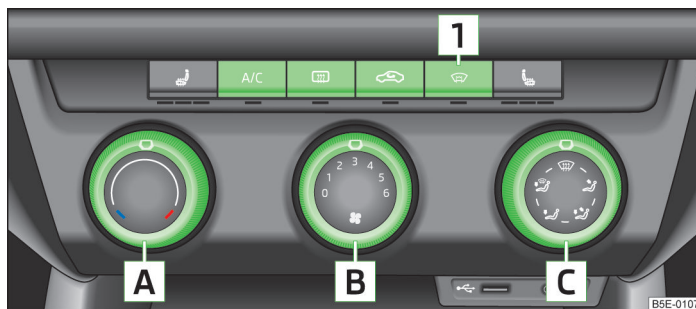

Fig. 108 Sistemul de aer condiționat: Elementele de comandă
- ✓ **A/C** » fig. 108 la pagina 104 activat.
Funcțiile elementelor de operare individuale » fig. 108:
Prin rotirea regulatorului distribuției de aer  » fig. 108 la pagina 104 în poziția , recircularea aerului se oprește automat. Prin apăsarea repetată a tastei simbol  se poate reporni și în această poziție recircularea aerului.